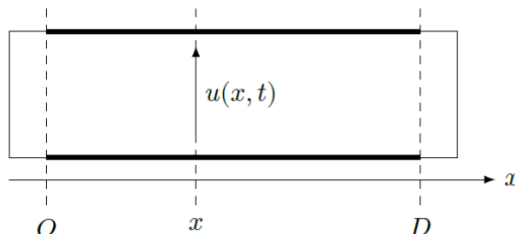

Figure 4 Ligne court-circuitée
I.B.4) La ligne précédente a pour longueur D . Elle est fermée à ses deux extrémités par un court-circuit (figure 4) après avoir été alimentée par un générateur de tension.